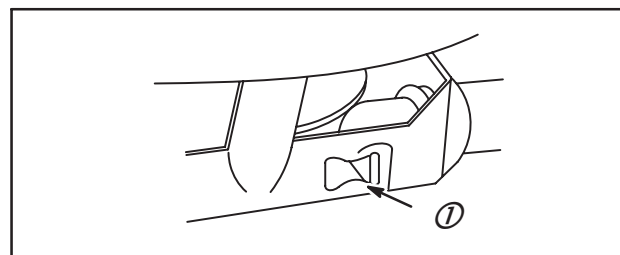

Fig. 10
2. À l'aide d'une clé, tourner la poulie EN SENS ANTI-HORAIRE JUSQU'À CE QUE LE RESSORT SOIT ENROULÉ SANS FORCER. L'extrémité du ressort reste prisonnière de la fente oblongue (1), Fig. 10.